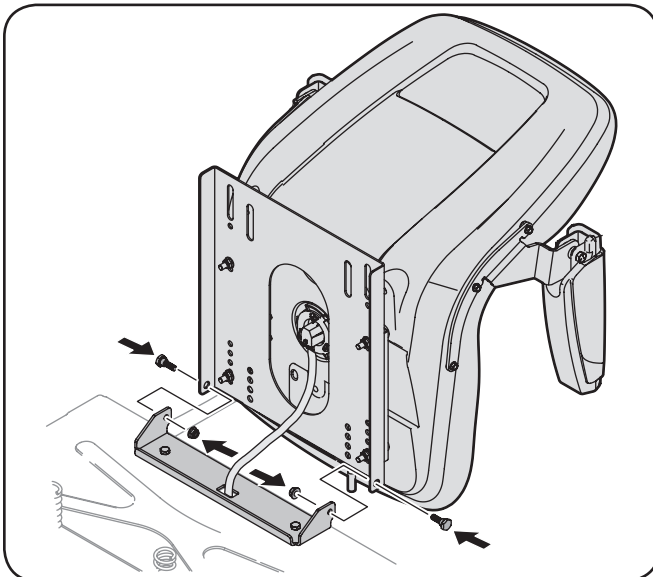

Figura 3-4
3. Gire el asiento hasta la posición deseada y asegúrelo en su lugar con los tornillos de reborde y las tuercas de seguridad con brida que extrajo antes. Tenga cuidado de no doblar o dañar el cableado mientras instala el asiento. Vea la Figura 3-4.